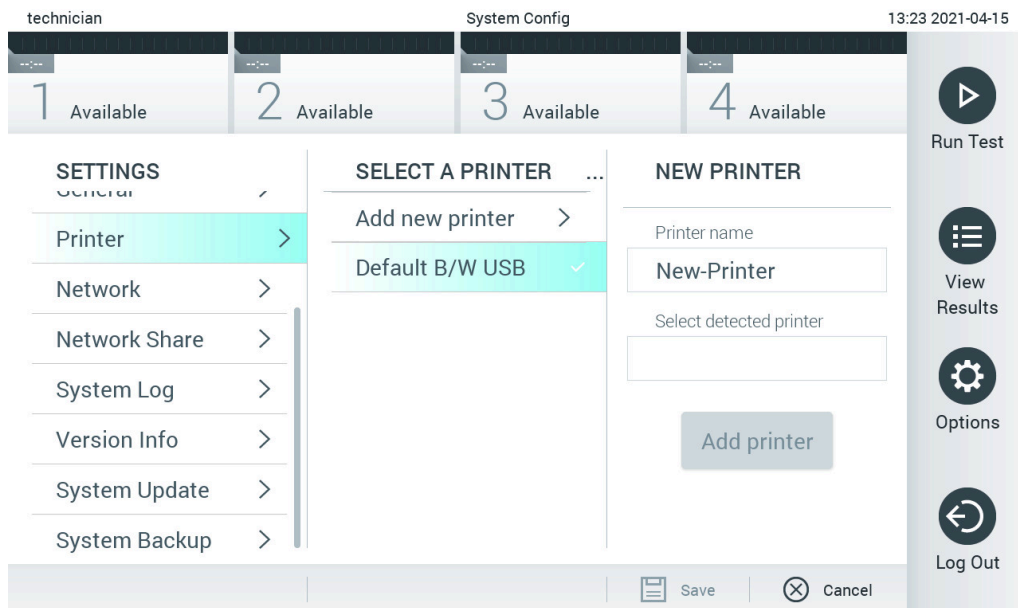

Figura 101. Instalação da impressora através da instalação de um controlador
5. Clique em **Add Printer** (Adicionar impressora) (Figura 101).